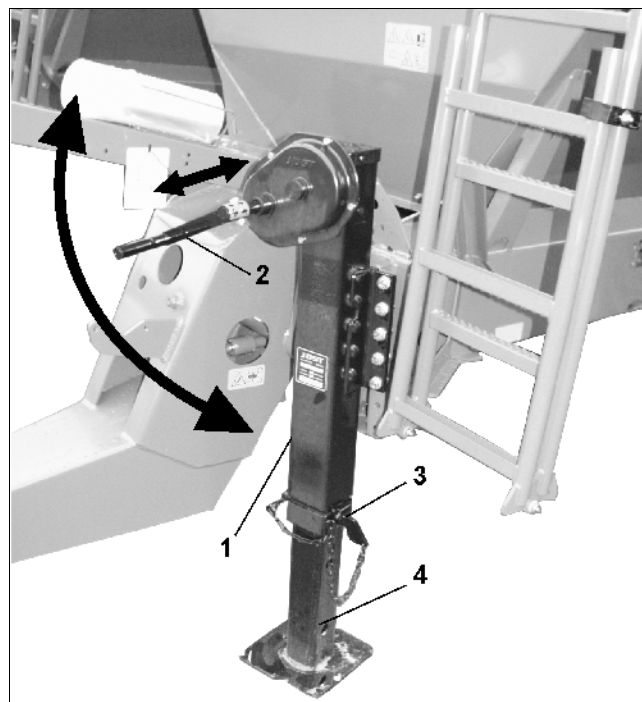

Рис. 12
- Опорную стойку (Рис. 12/1) поднимите до упора вверх посредством вращения приводной ручки (Рис. 12/2).
- Извлеките палец (Рис. 12/3) из опорной стойки.
- Вставьте палец в нижнее отверстие (Рис. 12/4) и зафиксируйте.